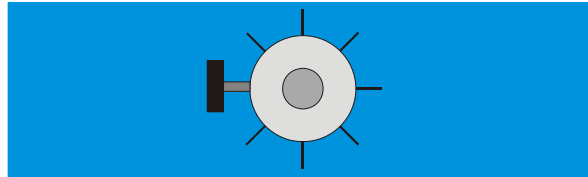

Fig. 4 Soporte del péndulo de torsión con la graduación, visto por encima
- Girando el soporte para la suspensión superior se desvía el travesaño en pequeños pasos angulares hasta que el travesaño entre en contacto con la luna de vidrio. Como medio auxiliar sirve la escala con graduaciones de 45°, la cual se encuentra impresa en la carcasa alrededor del soporte (ver Fig. 4).